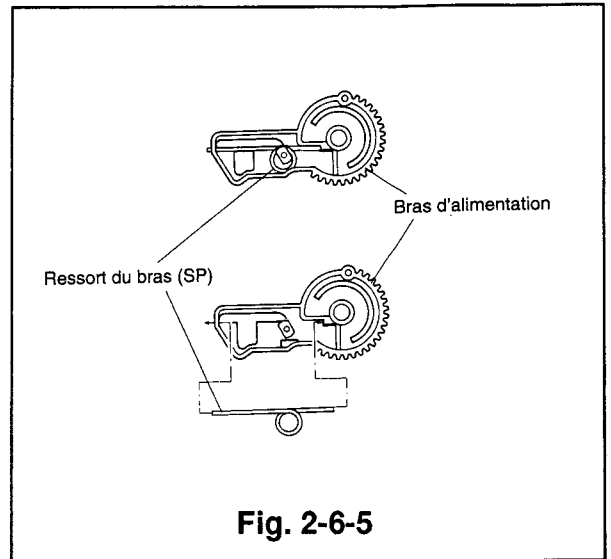

Fig. 2-6-5
- 8) Détacher le ressort du bras d'alimentation comme illustré dans la Fig. 2-6-5.
- 1) Attacher le ressort sur le bras d'alimentation comme illustré dans la Fig. 2-6-5.